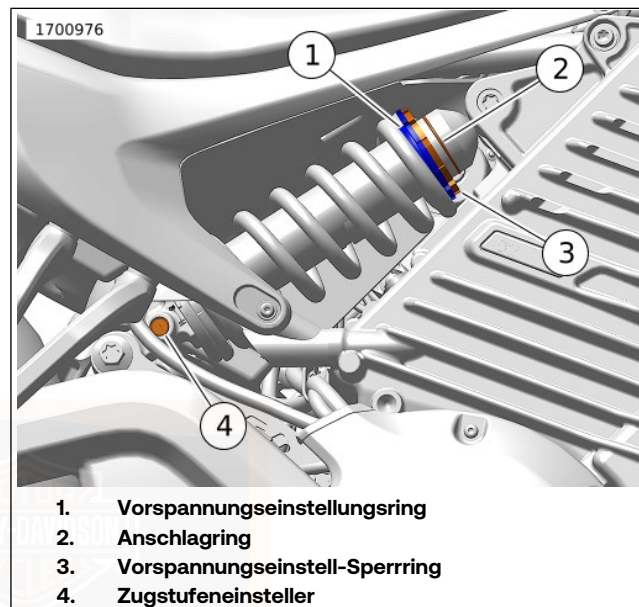
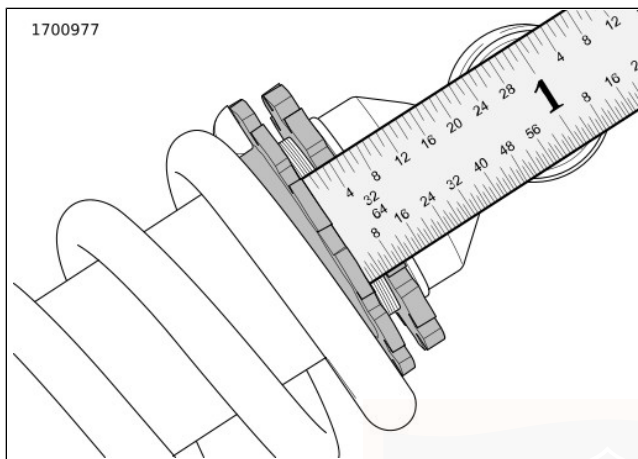

Abbildung 21. Einstellung der Hinterradfederung
Abbildung 22. Messung der Hinterradfederung
1. Siehe Abbildung 21. Den Zugstufeneinsteller (4) im Uhrzeigersinn in Richtung H (hart) bis zum Anschlag drehen. Dies ist die maximale Zugstufendämpfungseinstellung.
2. Den Zugstufeneinsteller (4) um die empfohlene Anzahl von Umdrehungen gegen den Uhrzeigersinn in Richtung S (weich) drehen. Siehe Tabelle 31.
1. Abbildung 21 Den Schließring (3) des Stoßdämpfers durch Drehen des Schließrings gegen den Uhrzeigersinn lösen, bis er am Anschlagring (2) anhält.
3. Siehe Abbildung 21 und Abbildung 22. Den Vorspannungseinstellungsring in die gewünschte Position drehen.
- Den Einstellungsring (1) im Uhrzeigersinn drehen, um den Vorspannungsabstand zu erhöhen.
4. Den Schließring (3) im Uhrzeigersinn drehen und gegen den Einstellungsring anziehen.